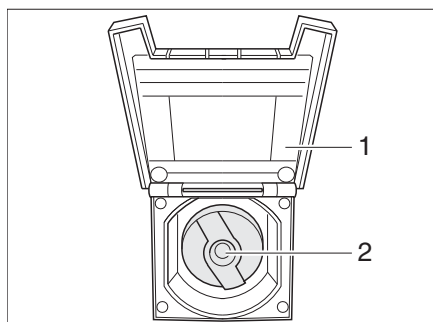

Fig. 144 Tapa de cierre para el tubo de llenado de agua potable
- Abrir la tapa de cierre (Fig. 144,1) para el tubo de llenado de agua potable.
- Introducir la llave en el cilindro de cierre (Fig. 144,2) y girarla un cuarto de vuelta en sentido contrario a las agujas del reloj.
- Cerrar la tapa de cierre (Fig. 144,1).
- Abrir el tubo de llenado de agua potable (Fig. 144).